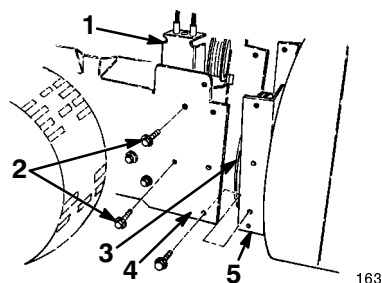

Figure 2
1. Enlevez les deux boulons à tête à embase qui fixent l'ensemble poulie folle au bâti du moteur et déposez l'ensemble poulie folle (Fig. 2).
2. Placez le carter de tarière/roue hélice en face des trous de montage du bâti du moteur (Fig. 2).
3. Acheminez la courroie de roue hélice autour de la poulie (Fig. 2).
5. Montez l'ensemble poulie folle dans l'alignement des poulies folles avec les courroies (Fig. 2 et 31).